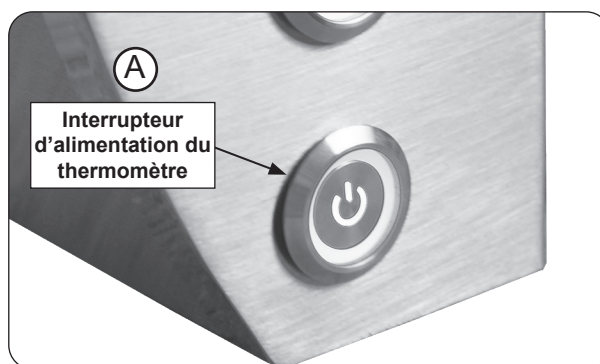

Fig. 36-1 Appuyez sur l'interrupteur d'alimentation du thermomètre
2. Ouvrez le gaz à sa source. Ensuite, appuyez sur l'interrupteur d'alimentation du thermomètre (voir Fig. 36-1, A). Les commandes numériques s'illumineront.
Pour éteindre l'unité, appuyez sur l'interrupteur d'alimentation du thermomètre (voir Fig. 36-1).